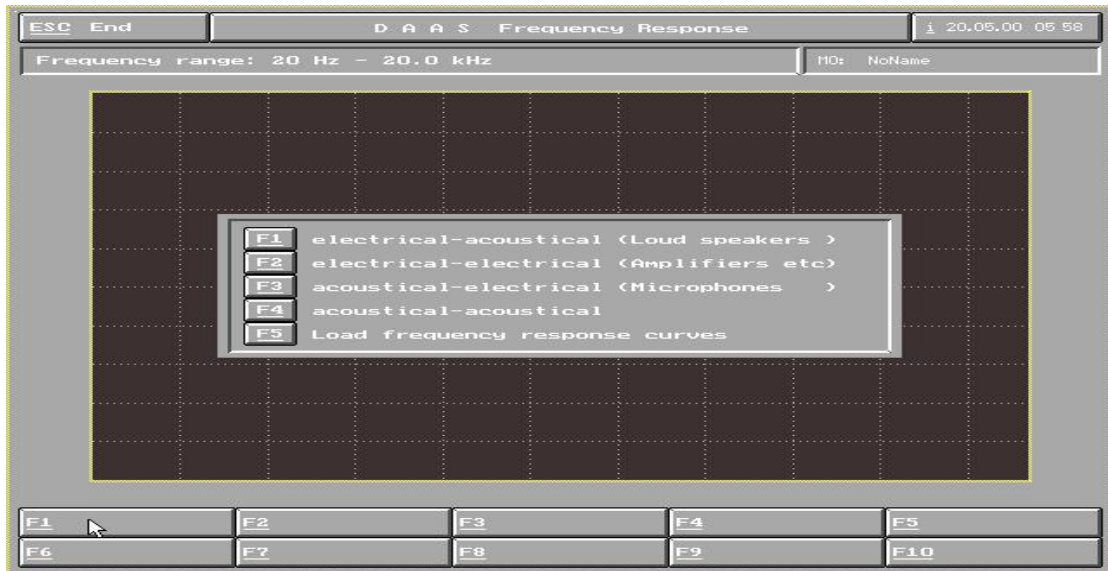

图 2
1) 点击主菜单中的 F1 Freq.Resp 出现图 2 菜单：（图 2）